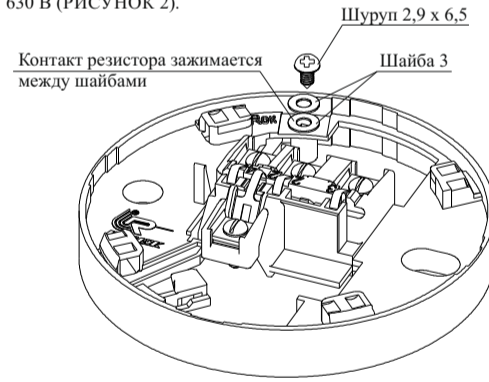

Рисунок 1
- 5.2 Извещатель выполнен в пластмассовом корпусе, внутри которого размещена оптико-электронная система и плата с электронными компонентами, обеспечивающая обработку сигналов на базе микроконтроллера. Разъемное соединение извещателя с базовым основанием обеспечивает удобство установки, монтажа и обслуживания извещателя. Для подключения извещателя к прибору с использованием добавочного резистора в базовых основаниях BW1.031, W1.041, W3.041 имеется дополнительный контакт, обозначенный Rok (рисунок 1). Схема подключения приведена на рисунке В.2 приложения В.